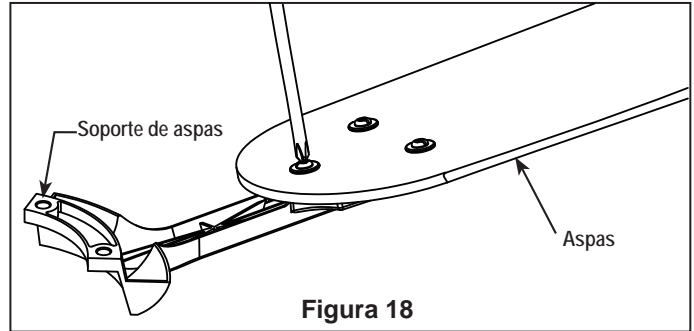

Figura 18
1. Coloque el asa sobre el soporte de aspas con los pilotes roscados a la vista. Asegúrese de que la parte inferior del asa se encuentre bien apoyada sobre el soporte. Con un destornillador Phillips, fije los tornillos con cabeza de arandela de 3/16-24 x 8 mm para asegurar la placa en el brazo de sujeción de las palas. (Figura 18).